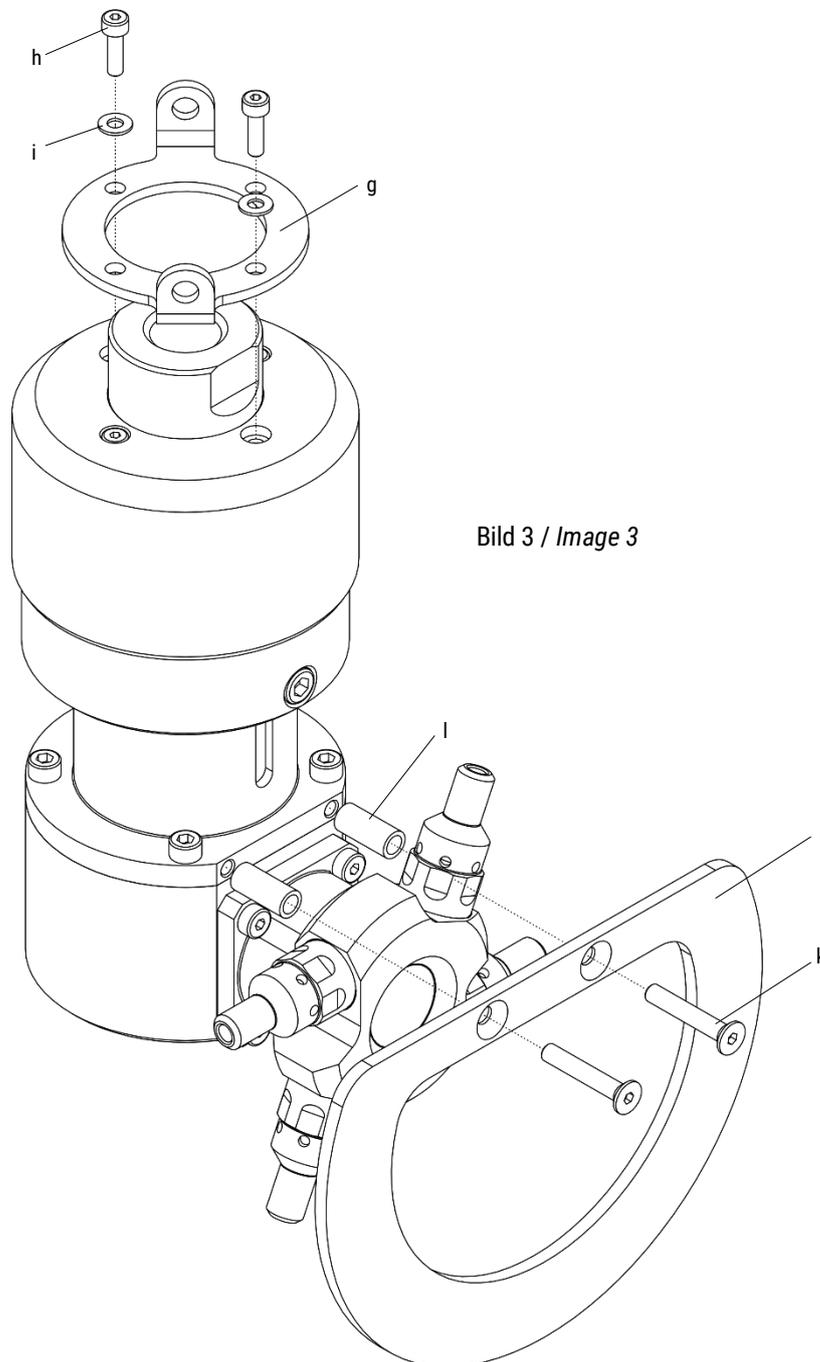

Bild 3 / Image 3
4. Montage der Absturzsicherung (Bild 3)
5. Montage des Schutzrings (Bild 3)